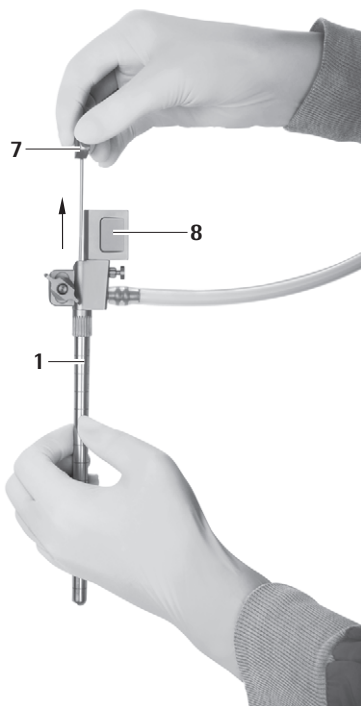

Fig. 9
- ▶ Retirer prudemment l'obturateur pour canal de travail ovale 7 hors du trocart MINOP InVent 1, voir Fig. 9.